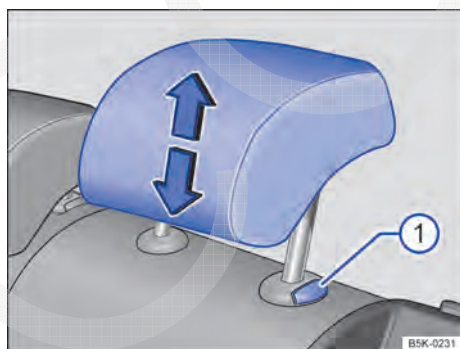

Fig. 49 Desinstalar o apoio para cabeça traseiro.
- Pressionar o botão ⇒ Fig. 49 ① enquanto outra pessoa retira totalmente o apoio para cabeça.